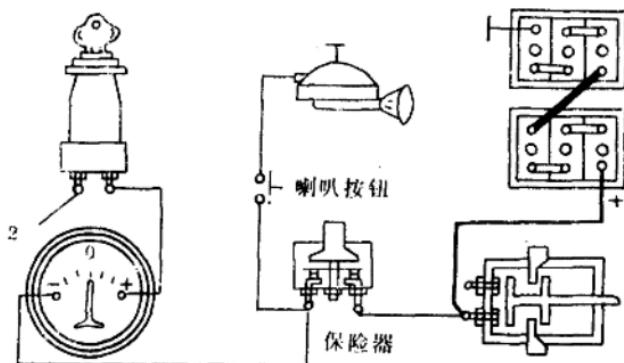

图 1-9 按喇叭进一步检查
(1)水温表等仪表指针不动,说明蓄电池至点火开关接柱2之间的电路(如图1-9所示)有断路故障,应按喇叭进一步查找。